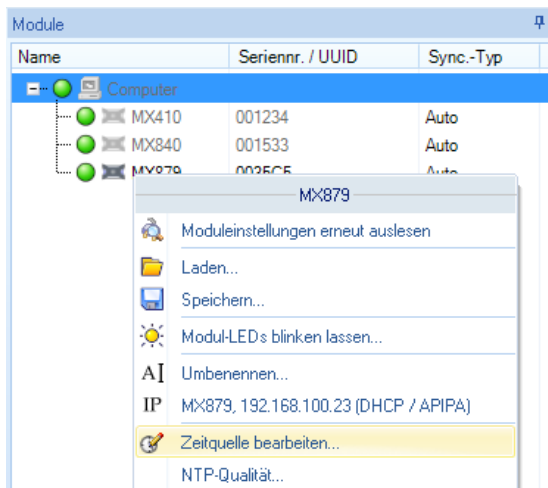

Abb. 7.12 Komponentenfenster **Module** mit Kontextmenü zu einem Modul
- Klicken Sie im MX Assistenten im Komponentenfenster **Module** mit der rechten Maustaste auf das Modul mit der höchsten UUID und wählen Sie **Zeitquelle bearbeiten** (Abb. 7.12).